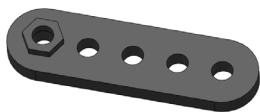
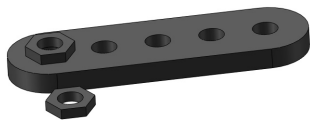
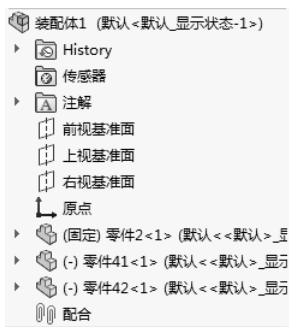

图 11-17 打开的文件实体
图 11-18 复制后的装配体
图 11-19 复制后的 FeatureManager 设计树
1) 打开要操作的实体，如图 11-17 所示。按住〈Ctrl〉键，在 FeatureManager 设计树中选择需要复制的零部件，然后将其拖动到视图中合适的位置，复制后的装配体如图 11-18 所示，复制后的 FeatureManager 设计树如图 11-19 所示。